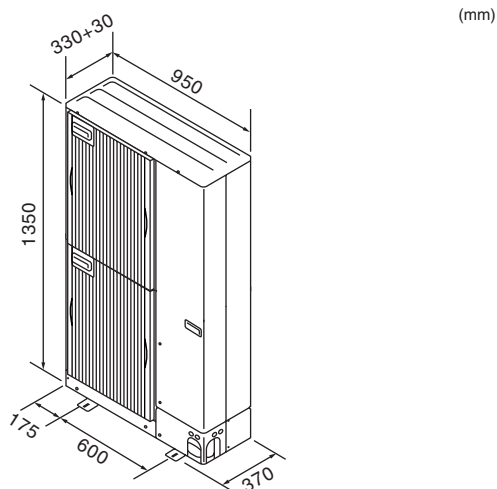

Fig. 2-1
2.3. Udvendige mål (Udendørs enhed) (Fig. 2-1)